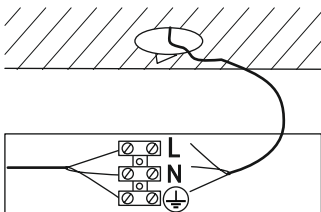

Рисунок 3
- Подключите подготовленные концы сетевого провода к клеммам L, N, а жилу с изоляцией желто-зеленого цвета присоедините к клемме заземления ⊕ (рисунок 3). Затяните винты клеммного зажима.